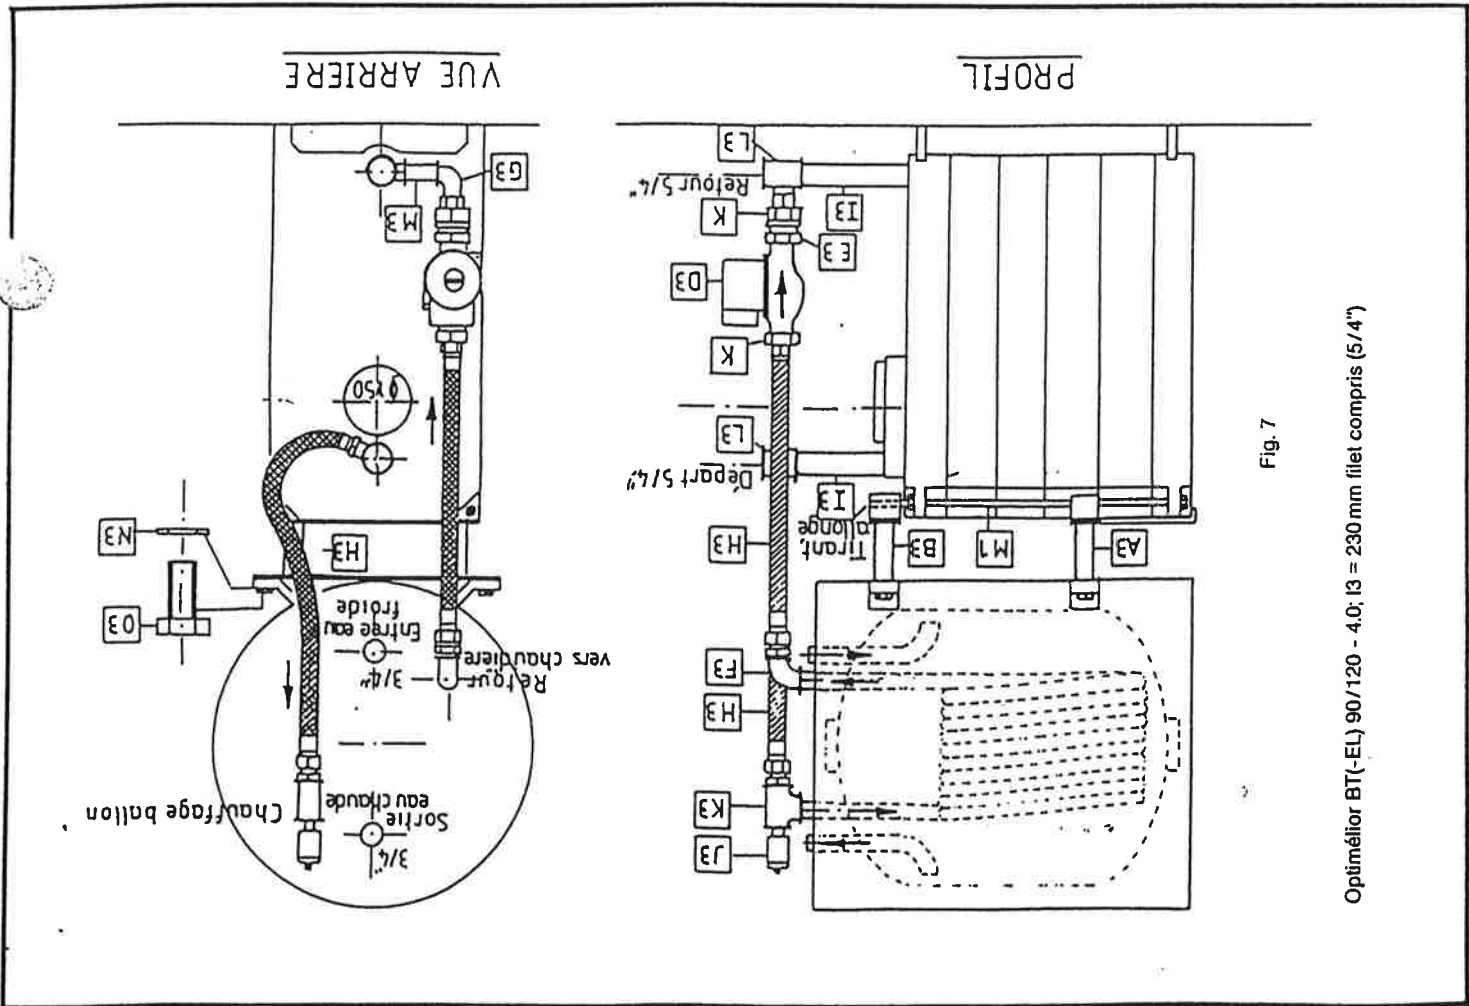

Fig. 7
B.2. Optimélor (-EL) 90/120 - 4.0 - 5.0 et 6.0: réf. fig. 7 et 8, p. 18 et 19:
- Dans le cas de la chaudière Optimélor BT(-EL) 90/120 - 4.0, le support arrière du ballon (B3) est posé sur le prolongement des irants (voir fig. 7, p. 18).